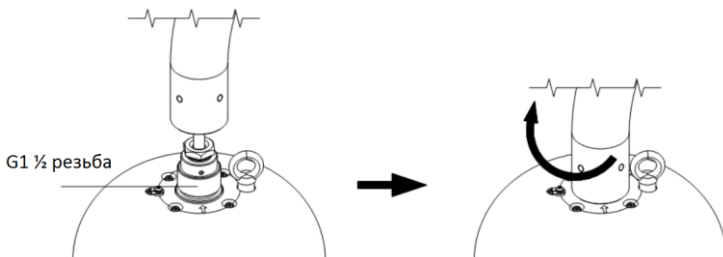

Рисунок 2-3 Установка кронштейна
3. Проложите кабели через кронштейн. Обмотайте $G1 \frac{1}{2}$ резьбу ФУМ лентой, совместите камеру и кронштейн и вращайте по часовой стрелке, пока камера не будет надёжно закреплена (рисунок 2-3).